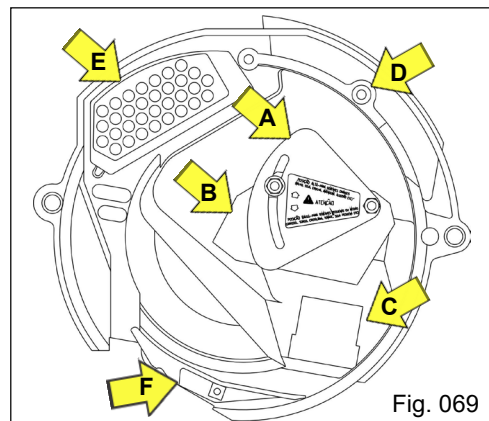

Fig. 069
- **Tampa** (Fig. 069): possui uma comporta "A" que controla a chegada e o nível das sementes assegurando um abastecimento constante do disco. Dependendo das sementes utilizadas, existem duas posições básicas de regulagem da placa e tela de nível na comporta que deverão ser verificadas e usadas. Caso necessário, porém, posições intermediárias poderão ser usadas também.
- **Ejetor** (Fig. 069): O ejedor "F" controla a regularidade na saída dos grãos.